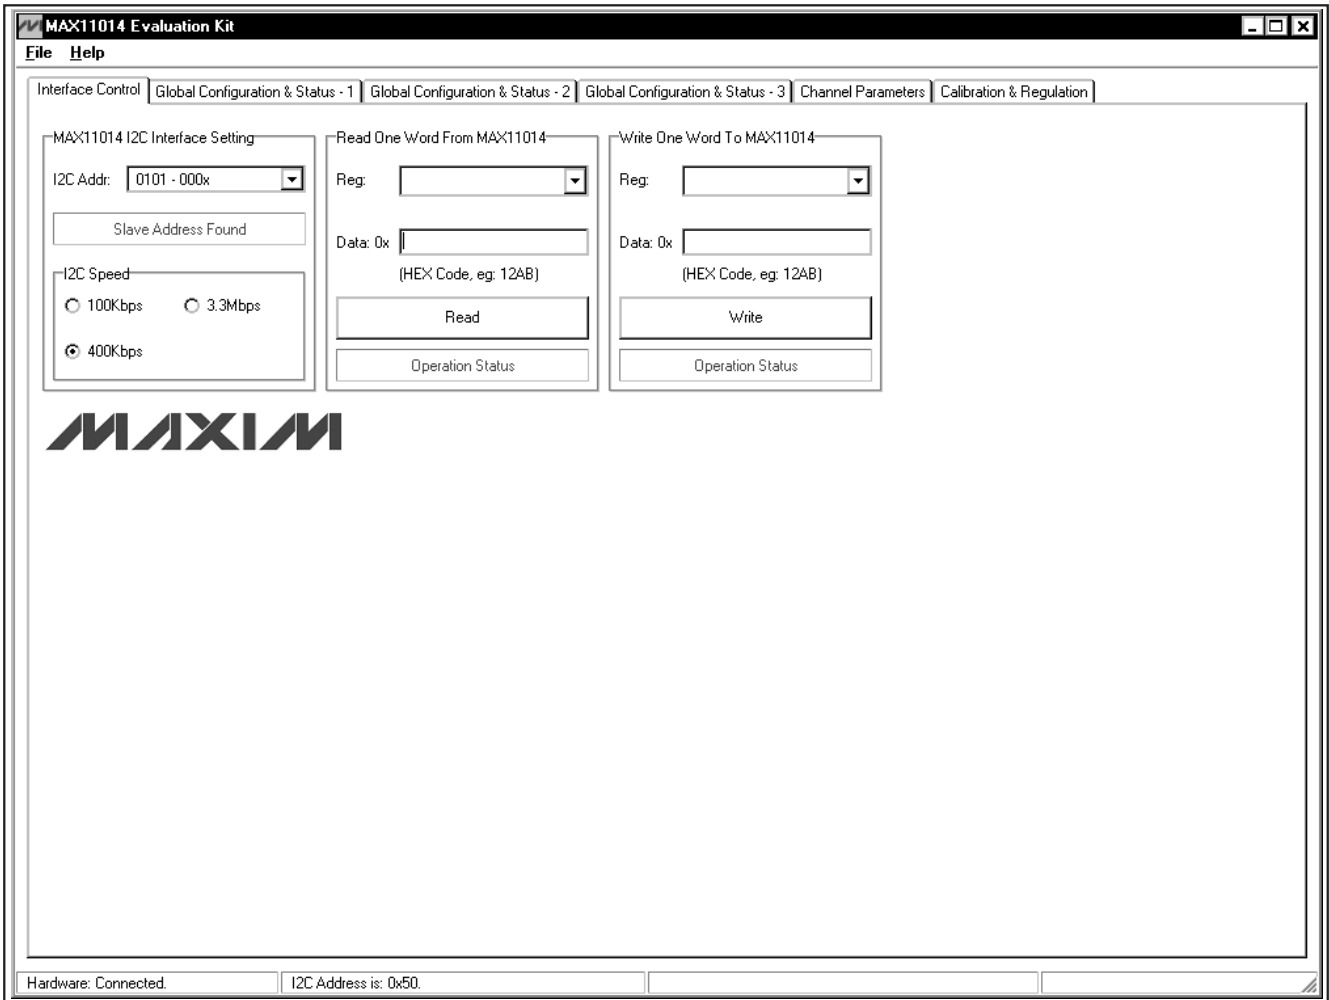

图1. MAX11014评估软件主窗口(Interface Control页)
- 9) 点击**Start | Programs**菜单中的图标，启动MAX11014评估软件，弹出程序主窗口，如图1所示。
Interface Control页如图1所示，该页用来设置I2C总线模式和MAX11014的从地址。MAX11014地址引脚配置见表1。Interface Control页还提供了对MAX11014寄存器的低级访问方式。读取寄存器时，在Read One Word From